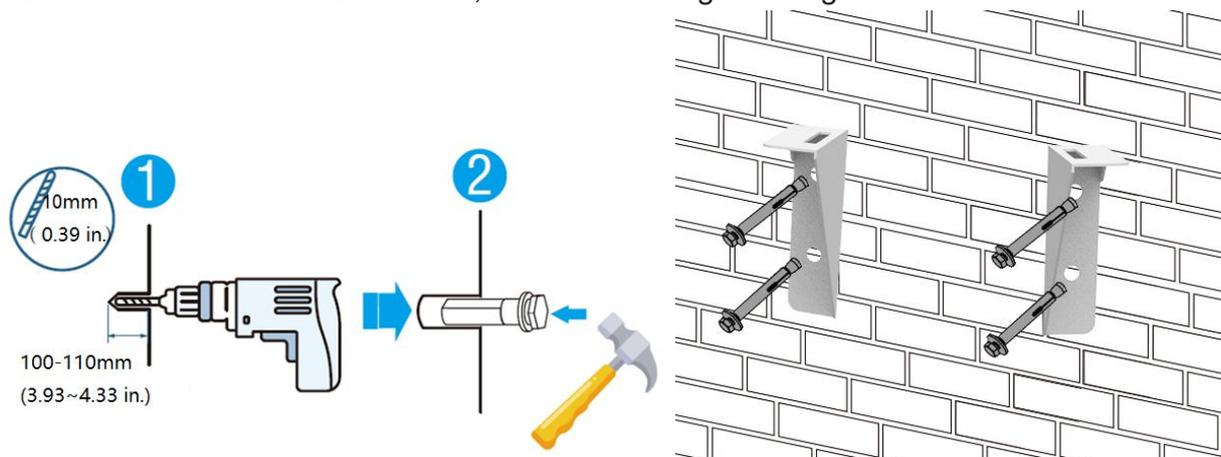

Abbildung 4-3
b) Wählen Sie den empfohlenen Bohrkopf (Abbildung 4-3) und bohren Sie 4 Löcher von 100 mm - 110 mm Tiefe in die Wand.
c) Befestigen Sie die Batterie mit einem geeigneten Hammer an der Wand und setzen Sie die Dehnschrauben in die Löcher ein, wie in Abbildung 4-3 dargestellt.